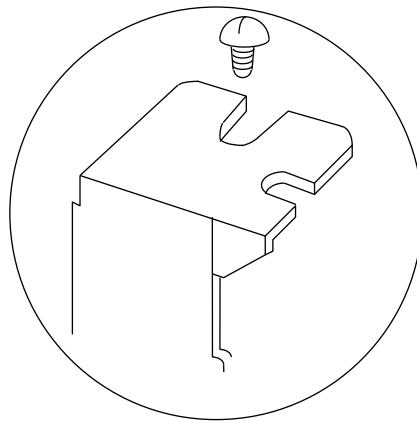

図 1
- (c) 使用するスロットに本カードを差し込みます。このときカード上の部品を傷つける恐れがありますので、レールに沿って真っ直ぐに入れてください。また、差し込んだカードのコネクタとパソコンのコネクタが正しく接続されるようによく押し込んでください。（カードを差し込んだら、図1のネジで本カードのフロントパネルを確実に固定してください。）
- (b) 図1のネジを外し、カードを持ち PCI Express スロットから引き抜きます。